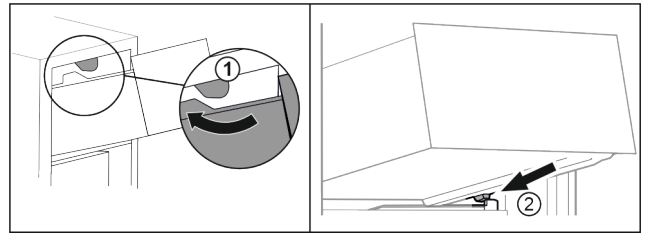

Fig. 14
- ▶ Обвести висувний ящик навколо верхнього стопора. Fig. 14 (1)
- ▶ Встановити висувний ящик за нижніми стопорами на ребро для резервуару навскоси. Fig. 14 (2)